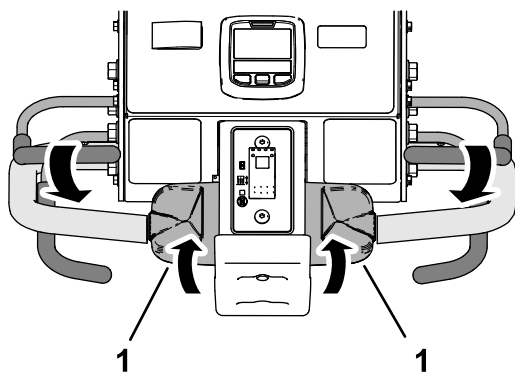

Figura 97
3. Mentre tenete premuta la barra di presenza dell'operatore contro la maniglia, ruotate lentamente all'indietro la parte superiore del comando di trazione (Figura 97).